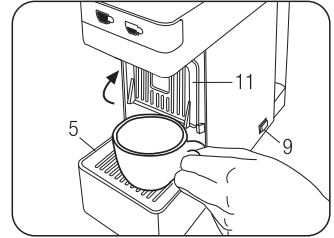
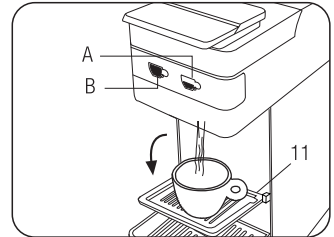

Abb. 5
Abb. 6
- Stellen Sie sicher, dass keine Kapsel eingesetzt wurde und schalten Sie das Gerät über den Hauptschalter (9) ein.
- Eine große leere Tasse unter den Kaffeeausfluss stellen. **(Abb. 5)** Wenn die Tasten (A) und (B) permanent leuchten, ist das Gerät betriebsbereit. Drücken Sie eine der beiden Tasten (A) oder (B); dadurch erfolgt die Wasserabgabe. Wenn die gewünschte Wassermenge abgegeben worden ist, drücken Sie dieselbe Taste nochmals. **(Abb. 6)** Die Maschine ist durchgespült, wenn mindestens 3 Tassen Wasser durchgelaufen sind.
Für die Zubereitung eines Espressos mit der Taste (A) (Ausgabe kleine Tasse), das Gitter (11) wie in Abb. 6 aufklappen. Für Getränkezubereitungen, für die hohe Tassen gebraucht werden, das Gitter (11) wie in Abb. 5 hochklappen und die Tasse direkt auf das Gitter (5) (Abb. 5) stellen.